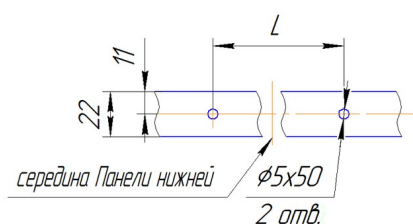
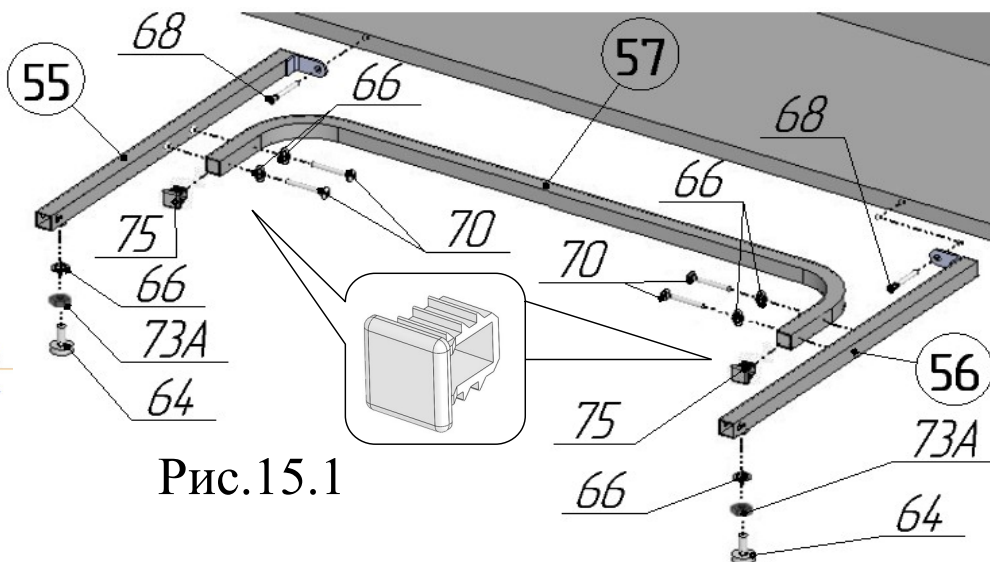
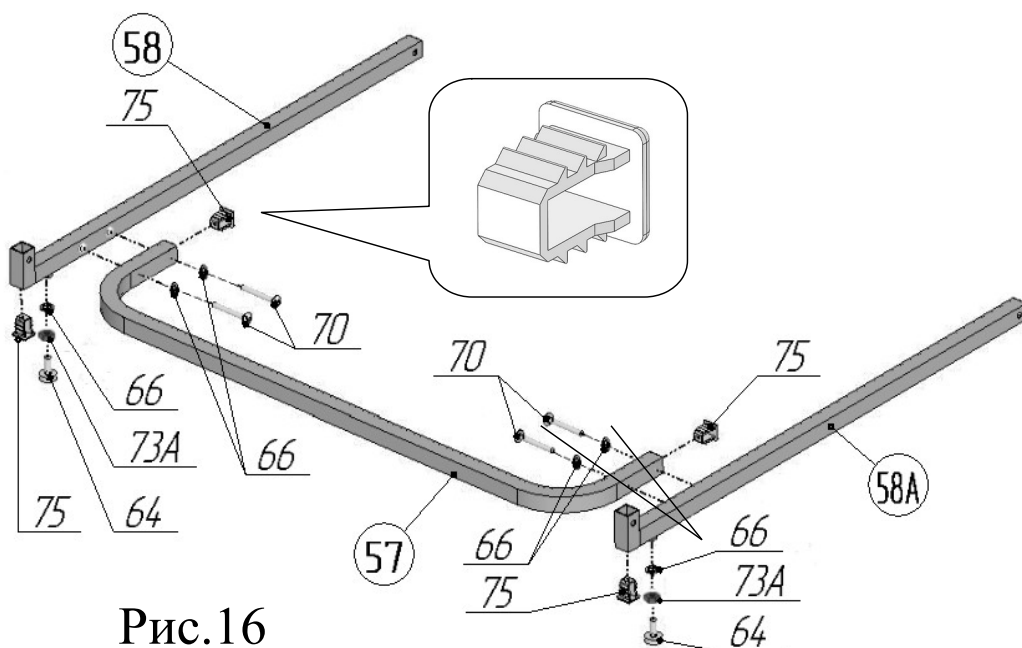

Рис.15.2
Рис.15.1
Рис.16
19. В торцы перемычки поз.57 вставить заглушки 20x20 поз.75 в соответствии с рис.15.1. К перемычке поз.57 присоединить упоры поз.55 и поз.56, используя винты М6х35 поз.70 и шайбы стопорные поз.66 в соответствии с рисунком 15.1. Во встроенные гайки упоров поз.55,56 ввернуть ножки поз.64, предварительно навинтив на них гайки М8 ГОСТ поз.73А и надев на стержни ножек шайбы стопорные поз.66. Просверлить в панели нижней поз.43 отверстия $\phi 5 \times 50$ в соответствии с рис.15.2, $L=648$ мм. Присоединить собранную конструкцию к коробу с помощью винтов-конфирматов поз.68 (рис.15.1).
поз.58, 58А, используя винты М6х35 поз.70 и шайбы стопорные поз.66 в соответствии с рисунком 16. Во встроенные гайки ног поз.58 и 58А ввернуть ножки поз.64, предварительно навинтив на них гайки М8 ГОСТ поз.73А и надев на стержни ножек шайбы стопорные поз.66. В ноги поз.58 вставить заглушки 20x20 поз.75 в соответствии с рисунком 16. После окончательной сборки стола отрегулировать ножки поз.64, установленные в данном пункте и п.19. Затянуть гайки поз.73А таким образом, чтобы шайбы поз. 66 оказались прижаты к ногам поз.58, 58А (рис.16) и упорам поз.55,56 (рис.15.1).